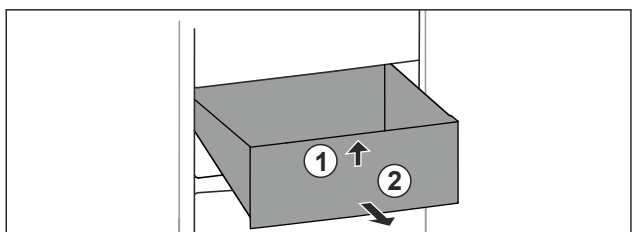

Fig. 68
- Lade aan de voorkant optillen. Fig. 68 (1)
- Lade naar voren toe verwijderen. Fig. 68 (2)